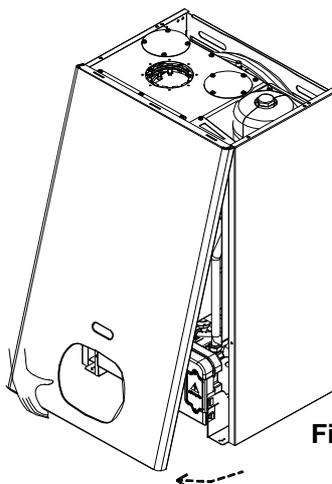
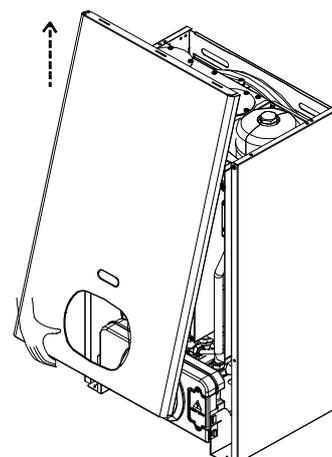

Fig. 13
Fig. 14
- Retirer les vis de fixation placées en dessous du panneau (Fig.13)
- Saisir le panneau par le bas et tirer vers soi, l'extraire avec un mouvement vers le haut (Fig.14)
- Retirer le panneau avant (Fig.13 et fig.14)